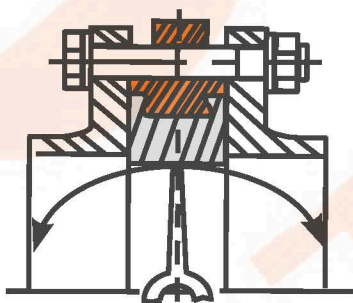

Рисунок 2
2.3. Использование фланцев с внутренним диаметром больше номинального диаметра затвора фланцы может привести к повреждению и деформации седлового уплотнения (Рис. 2).